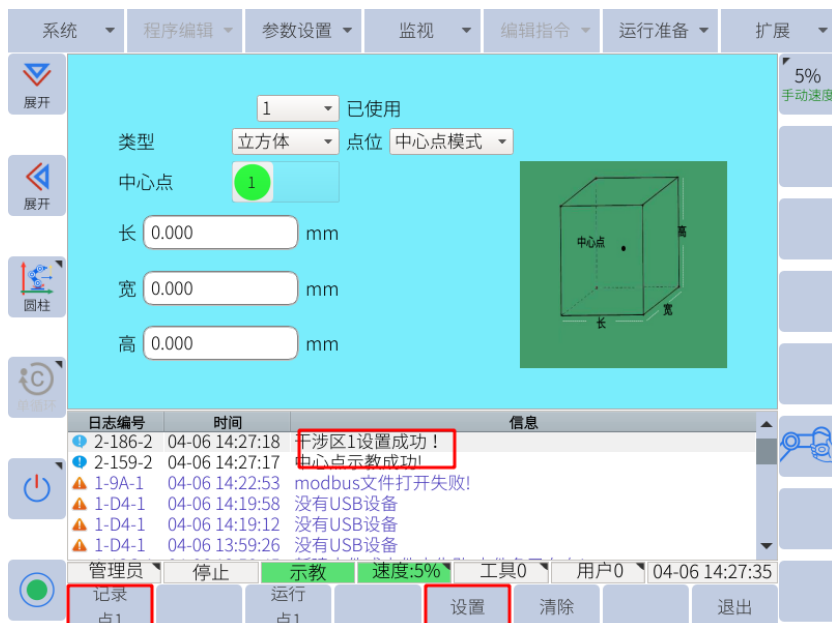

图 6-92：中心点模式
5. 点击子菜单栏的“设置”，干涉区即设置成功，如图 6-92 所示。